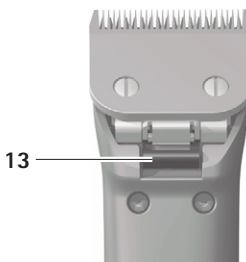

Abb. 4
- Scherkopf-Verriegelung 13 drücken, siehe Abb. 4.